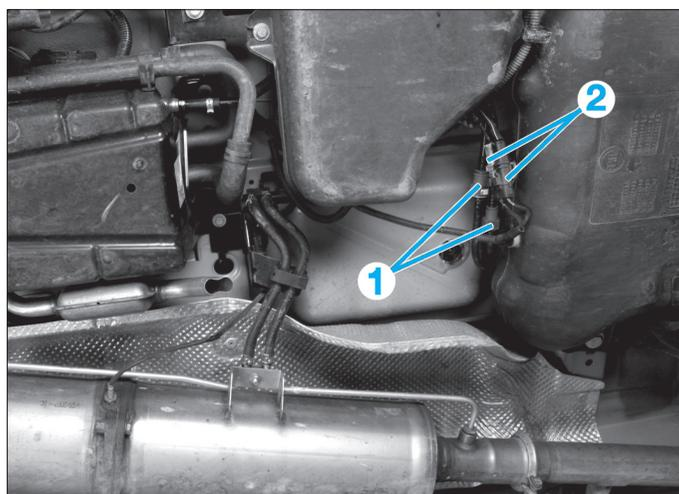
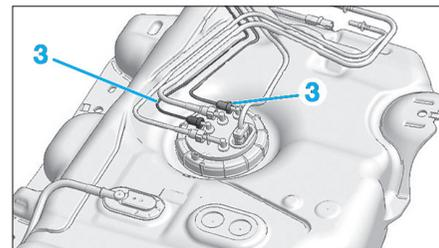

Fig. 23
Fig. 24
- Désaccoupler les tuyaux de carburant (1) (Fig.23).
- Débrancher les connecteurs (2).
- Abaisser le réservoir à carburant puis désaccoupler les tuyaux de carburant (3) (Fig.24).